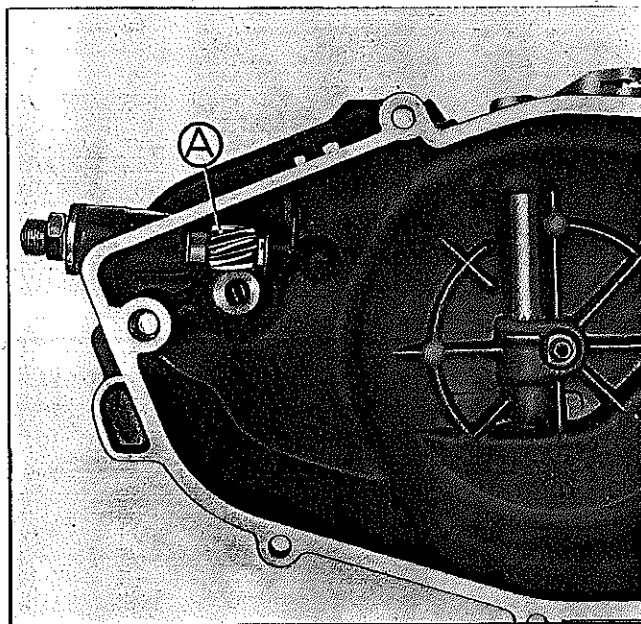

FIG M49 - A. CONJUNTO DO PINHÃO DO CONTAGIRO.
1. Montar o conjunto do pinhão do contagiros. Figura M49.